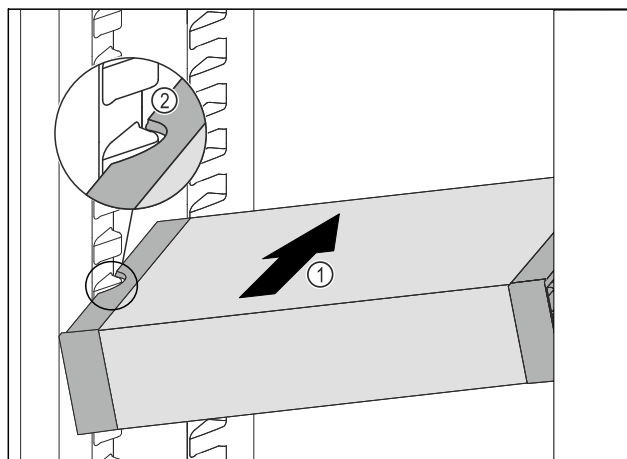

Fig. 131
- ▶ Insérer le VarioSafe en biais dans la partie réfrigérateur Fig. 131 (1) jusqu'à ce que les encoches latérales Fig. 131 (2) du VarioSafe se trouvent à la hauteur de la nervure du bac dans la partie réfrigérateur.